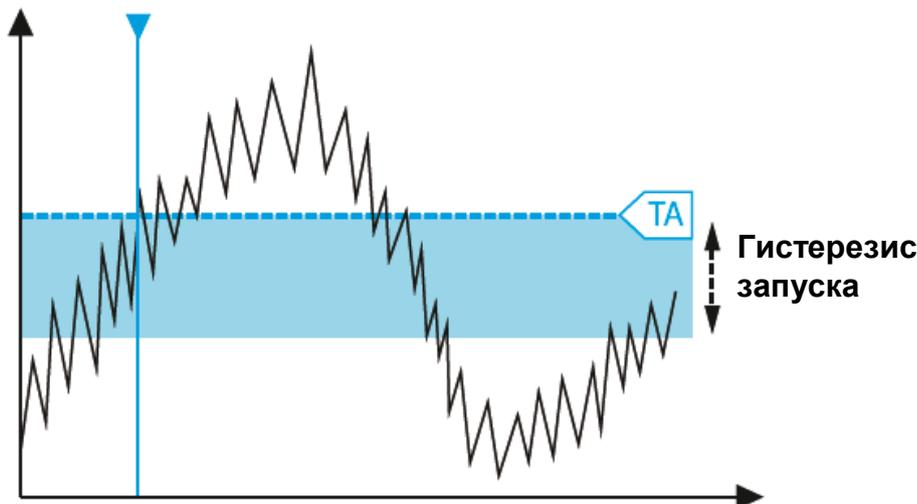

Рисунок 9 – Гистерезис уровня запуска обеспечивает стабильный запуск по зашумленным сигналам
Существует два противоречивых условия, относящихся к чувствительности запуска. Для стабильного запуска по зашумленным сигналам система запуска требует четкого гистерезиса в области порога запуска (см. рисунок 9). С другой стороны, широкий гистерезис ограничивает чувствительность системы запуска для сигналов с малой амплитудой.
- I Гистерезис может быть увеличен вручную в режиме "Manual" для обеспечения стабильного запуска по сигналам с высоким уровнем шума (рисунок 9).